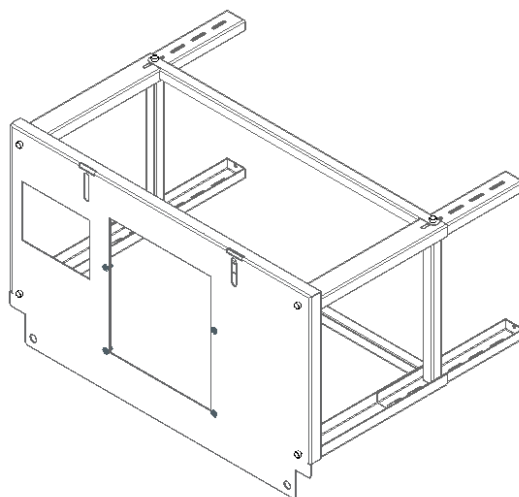

Figura 5 – Montaje de la mesa auxiliar
3. Debes repetir el proceso para las otras tres patas, Figura 5.